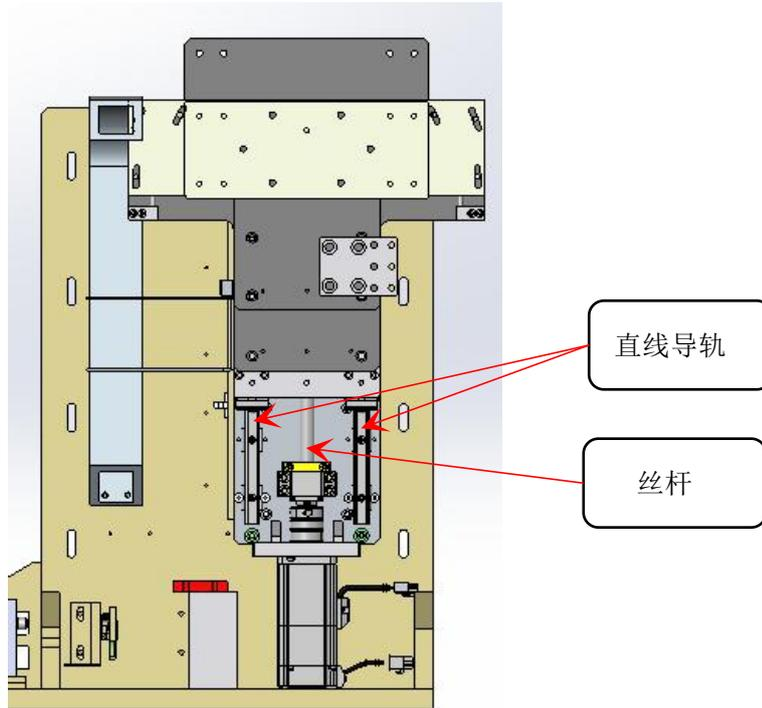

图 6.2.9
b. 对下光学 Z 轴的直线导轨及丝杆加注润滑油脂。如图 6.2.9